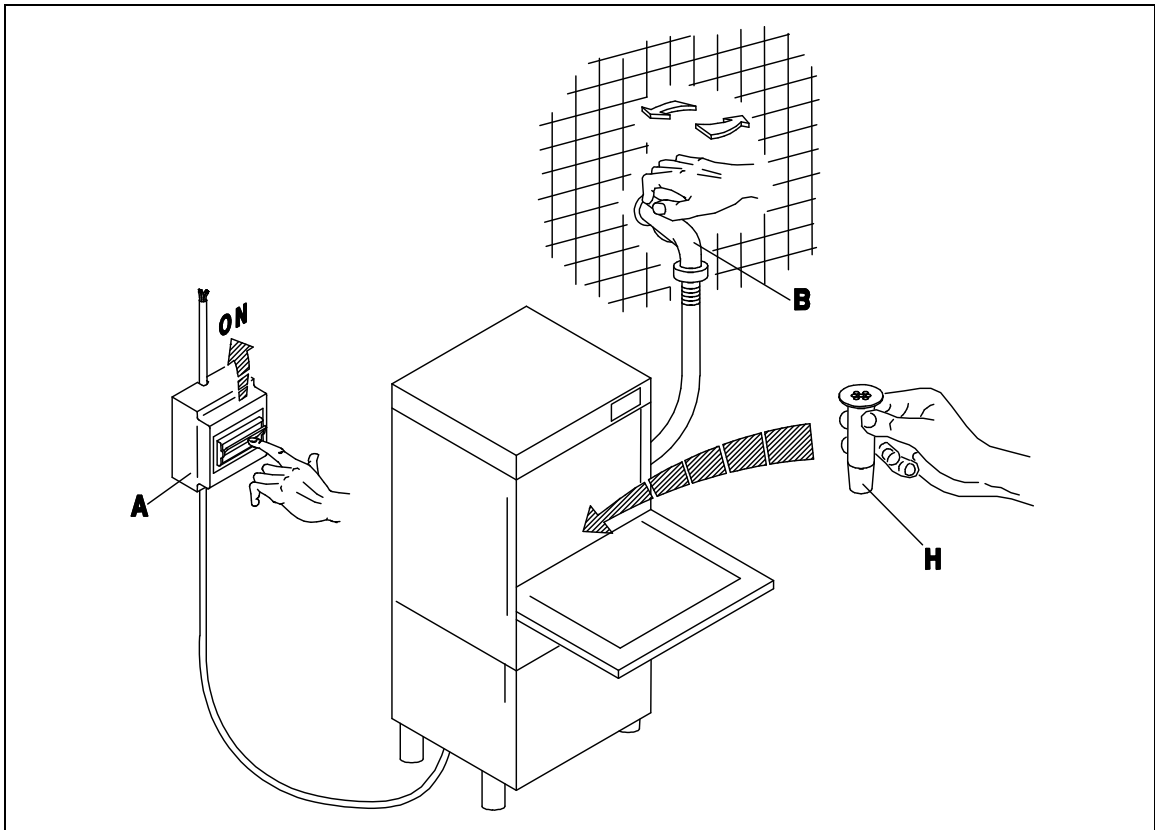

Fig. 3-1
- Aprire il rubinetto dell'acqua (B), inserire l'interruttore generale (A). Attivare l'interruttore principale dell'apparecchio (1), ne conseguirà l'accensione della spia (A) evidenziando che la macchina è sottoposta a tensione. A porta chiusa l'apparecchio si riempie d'acqua e alla fine del carico, si inseriscono automaticamente le resistenze della vasca e del boiler. Il funzionamento delle resistenze è reso visibile dall'accensione delle spie (D) ed (E). Quando entrambe le spie si spengono l'acqua avrà raggiunto le temperature impostate e l'apparecchio sarà pronto per iniziare il lavaggio. (fig. 3-1÷3-2)
- Turn on the water tap (B) and switch on the master switch (A). Turn the appliance ON switch (1), which will cause the warning light (A) to illuminate, indicating that the machine is live. When the door is closed the appliance fills with water. When it is full, the tub and boiler heating elements come on automatically. When the elements are activated, the warning lights (D) and (E) are illuminated. When both warning lights go out the water has reached the set temperature and the appliance is ready to begin the washing cycle. (fig. 3-1÷3-2)
- Öffnen Sie den Wasserhahn (B) und betätigen Sie den Hauptschalter (A). Beim Betätigen des Schalters (1) am Gläserpüler wird die Anzeige (A) aufleuchten, an der Sie erkennen können, daß die Maschine unter Spannung steht. Bei geschlossener Tür läuft Wasser in die Maschine; ist die nötige Wassermenge einmal erreicht, so schalten die Widerstände des Spülbehälter und des Boilers automatisch ein. Der Betrieb der Widerstände wird durch das Aufleuchten der Anzeigen (D) und (E) erkennbar. Beide Leuchtanzeigen erlöschen, wenn das Wasser eine vorbestimmte Temperatur erreicht hat, d. h. wenn der Gläserpüler betriebsbereit ist. (fig. 3-1÷3-2)
- Ouvrir le robinet (B) et insérer l'interrupteur général (A). Ouvrir l'interrupteur principal de l'appareil (1), le voyant (A) s'allumera ce qui signifie que la machine est branchée. L'appareil se remplit d'eau avec porte fermée et à la fin du chargement les éléments chauffants de la cuve et du boiler entrent automatiquement en action. Les voyants (D) et (E) s'allument quand les éléments chauffants fonctionnent. Les deux voyants s'éteignent dès que l'eau a atteint la température programmée et l'appareil est prêt pour commencer le lavage. (fig. 3-1÷3-2)
- Abrir el grifo del agua (B), conectar el interruptor general (A). Activar el interruptor principal del aparato (1); el encendido de la luz testigo (A) indica que la máquina está en tensión. Con puerta cerrada el aparato se llena de agua y cuando la carga esté terminada se conectarán automáticamente las resistencias del tanque y de la caldera. El funcionamiento de las resistencias es señalado por el encendido de las luces indicadores (D) y (E). Cuando ambas luces se apaguen, el agua habrá alcanzado la temperatura programada y el aparato estará listo para empezar el lavado. (fig. 3-1÷3-2)
- A riempimento avvenuto, aprire la porta (I) e introdurre il detersivo (ca. 2 gr. per litro di capacità della vasca). Inserire il cesto (L) carico e chiudere la porta (I). Selezionare il ciclo di lavaggio inserendo il pulsante (4) ciclo breve (tasto premuto) ÷ ciclo lungo (tasto rilasciato). A questo punto premere il pulsante START (3) (almeno per 2 secondi) e avrà inizio il ciclo di lavoro visualizzato dalla lampada spia (C): la fine del ciclo coincide con lo spegnimento di questa spia. Per spegnere la macchina si dovrà disinserire l'interruttore (1) portandolo nella posizione (0) spia (A) spenta. (Fig.3-1÷3-3).
- Lorsque le remplissage est terminé, ouvrir la porte (I) et verser le détergant (environ 2 g pour chaque litre remplissant la cuve). Introduire le panier (L) plein et fermer la porte (I). Sélectionner ensuite le cycle de lavage en actionnant le bouton-poussoir (4) cycle court (touche enfoncée) ÷ cycle long (touche relâchée). A ce stade, presser le bouton-poussoir START (3) (au moins 2 secondes) et le cycle de fonctionnement commencera, visualisé par la lampe-témoin (C). La fin du cycle coïncide avec l'extinction de ce voyant. Pour arrêter la machine, il faudra débrancher l'interrupteur (1) en le ramenant sur la position (0): lampe-témoin (A). (Fig.3-1÷3-3).
- Después del llenado, abra la puerta (I) y vierta el detergente (2 gramos aproximadamente por litro de capacidad de la cuba). Introduzca el cesto (L) carga y cierre la puerta (I). Seleccione el ciclo de lavado por medio del selector (4) ciclo breve (tecla pulsada) ÷ ciclo largo (tecla soltada). Pulse ahora START (3) (almenos durante 2 segundos) para arrancar el ciclo de trabajo: se enciende la luz testigo (C), que se apagará al final del ciclo. Para apagar la máquina desconecte el interruptor (1) posición 0, luz testigo (A) apagada. (Fig.3-1÷3-3).